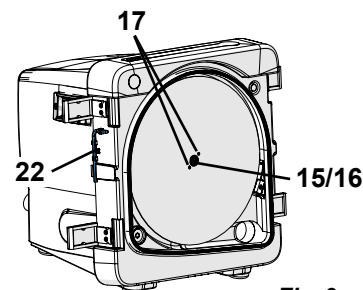

Fig. 9
- Abrir os fechos da porta (Fig. 9) e retirar a porta do recortador.
| O disco de corte vibra.                              | O disco de corte não assenta na flange.                                  | Montar novamente o disco de corte de acordo com as instruções (ver cap. 5.4).Certifique-se de que o disco de corte está posicionado corretamente em relação aos pinos de retenção (17, Fig. 9!)Remover os depósitos e sujeira da parte de trás do disco de corte e da flange de apoio.  |